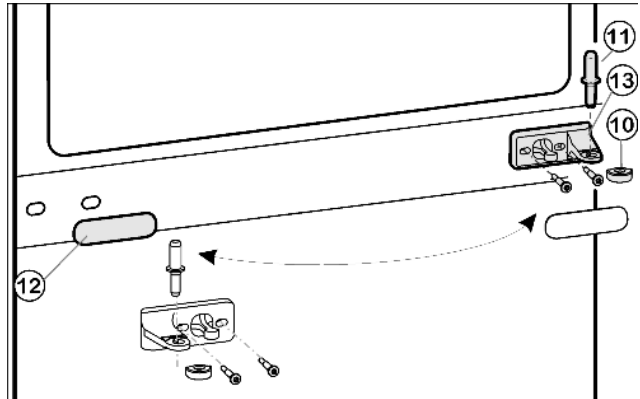
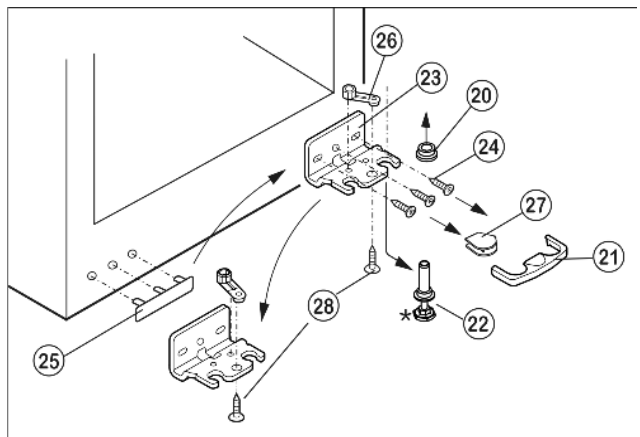

Fig. 5
Fig. 6
- ▶ Вытащите из опорного кронштейна и нижней дверцы средний опорный палец Fig. 5 (11).
- ▶ Пластмассовый колпачок Fig. 5 (10) снимите.
- ▶ Снимите средний опорный кронштейн Fig. 5 (13).
- ▶ Осторожно снимите накладку Fig. 5 (12).
- ▶ Открутите средний опорный кронштейн Fig. 5 (13) и прикрутите его с поворотом на 180° на новую сторону шарнира.
- ▶ Защелкните накладку Fig. 5 (12), повернув на 180°, на стороне, где теперь будет ручка.
- ▶ Предохранитель Fig. 6 (21) снимите движением вперед.
- ▶ Снимите крышку Fig. 6 (27).*
- ▶ Вытяните опорный палец Fig. 6 (22) вниз и вперед. При этом следите за гнездом шарнира Fig. 6 (20).
- ▶ Открутите опорный кронштейн Fig. 6 (23)(3 шт. Torx 25) Fig. 6 (24).
- ▶ Открутите опорную деталь Fig. 6 (26)(1 Torx 25) Fig. 6 (28) и, переставив в отверстие на противоположной стороне опорного кронштейна, снова прикрутите.
- ▶ Осторожно приподнимите и переставьте крышку Fig. 6 (25) со стороны ручки.
- ▶ Снова прикрутите опорный кронштейн Fig. 6 (23) на новой стороне шарнира, при необходимости с помощью аккумуляторного шуруповерта.
- ▶ Установите крышку Fig. 6 (27) на противоположной стороне.*
- ▶ Предохранитель (21) нужно зафиксировать сбоку на кронштейне, чтобы опорный палец и двери были защищены от выпадения.
- ▶ Снова защелкните предохранитель (21) на опорном кронштейне.
- ▶ Наденьте гнездо шарнира Fig. 6 (20).
- ▶ Установите нижнюю дверцу сверху на нижний опорный палец Fig. 6 (22).
- ▶ Снова наденьте пластмассовый колпачок Fig. 5 (10) на средний опорный кронштейн Fig. 5 (13).
- ▶ Вставьте средний опорный палец Fig. 5 (11) на новой стороне шарнира через средний опорный кронштейн Fig. 5 (13) в нижнюю дверцу.
- ▶ Установите верхнюю дверцу на средний опорный палец Fig. 5 (11).
- ▶ При необходимости выровняйте дверцы через два продольных паза в нижнем опорном кронштейне Fig. 6 (23) и среднем опорном кронштейне Fig. 5 (13) параллельно корпусу устройства. Для этого выкрутите средний винт на нижнем опорном кронштейне Fig. 6 (23).